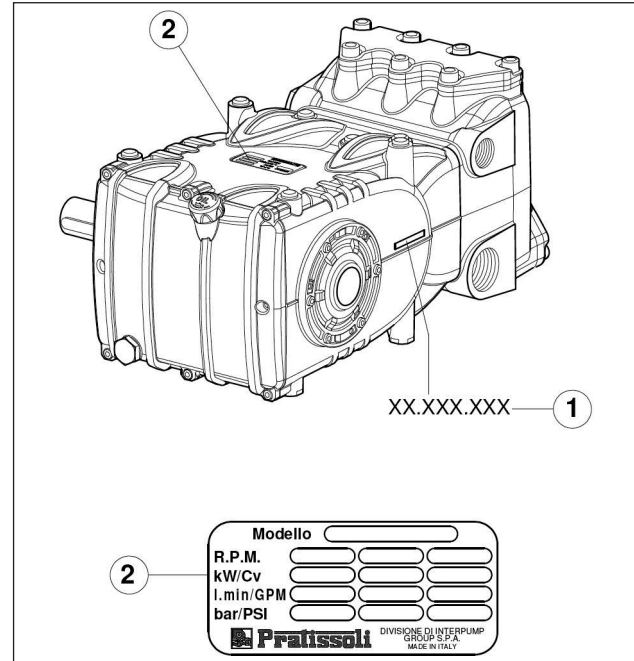

Fig. 1
Chaque pompe dispose de son propre n° de série XX.XXX.XXX. XXX, voir rep. ① et d'une plaquette d'identification, voir rep. ② Fig. 1 contenant :